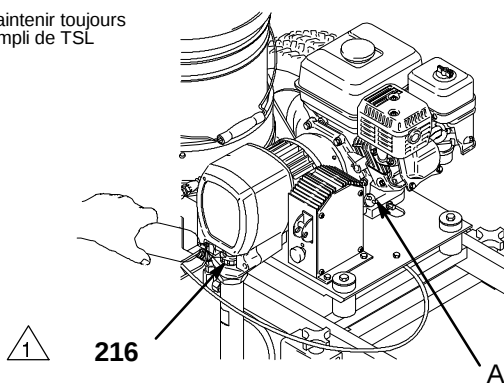

Fig. 4
4. Remplir l'écrou-coupelle de presse-étoupe (216) au 1/3 de liquide lubrifiant TSL fourni, et veiller à ce qu'il soit rempli en tout temps, afin d'augmenter la longévité de la pompe. Voir Fig. 4.
5. Contrôler le niveau d'huile moteur. Voir le manuel fourni relatif au moteur Honda. On trouvera ci-après un résumé des informations qu'il contient: retirer l'un des bouchons de remplissage d'huile (A); l'huile doit pratiquement déborder. Voir Fig. 4. Si nécessaire, ajouter de l'huile. Voir également la rubrique **Entretien**, page 23.